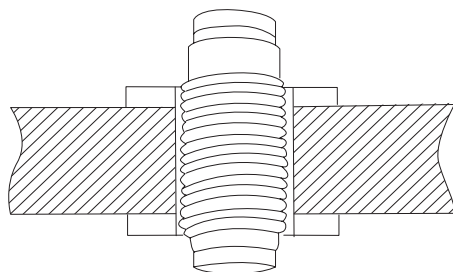

Рис. 10
2. Установите на герметик (см. раздел **Материалы**) фитинг проходной **[6]** в полученное отверстие редуктора, расположив его резьбовой стороной вниз, как показано на **Рис. 10**.